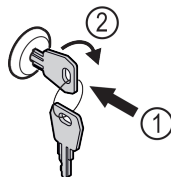

Fig. 166
- Вставьте ключ. Fig. 166 (1)
- Поверните ключ на 90° по часовой стрелке. Fig. 166 (2)